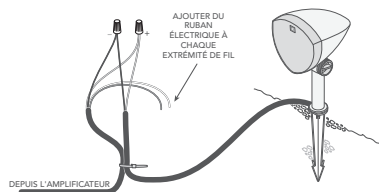

Figure 5
- En commençant par l'enceinte la plus éloignée de l'amplificateur, dénudez 3/4 po d'isolation sur l'extrémité coupée des câbles pleine terre pour le canal d'amplification approprié, conformément aux tableaux ci-dessous, puis dénudez l'isolation des extrémités du câble de l'enceinte correspondante. Enveloppez tous les câbles inutilisés dans du ruban électrique pour les protéger de l'humidité et des courts-circuits (voir Figure 5).
- Connectez le câble pleine terre au câble de l'enceinte à l'aide d'un collier de serrage (voir Figure 5).